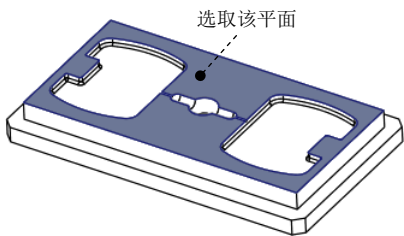

图 10.4.53 选择加工参考面
Step3. 在“表面铣削”操控板中单击  按钮, 在弹出的“参考”设置界面中  下拉列表中选择  选项, 单击  列表框, 选取图 10.4.53 所示的参考模型表面作为加工参考。